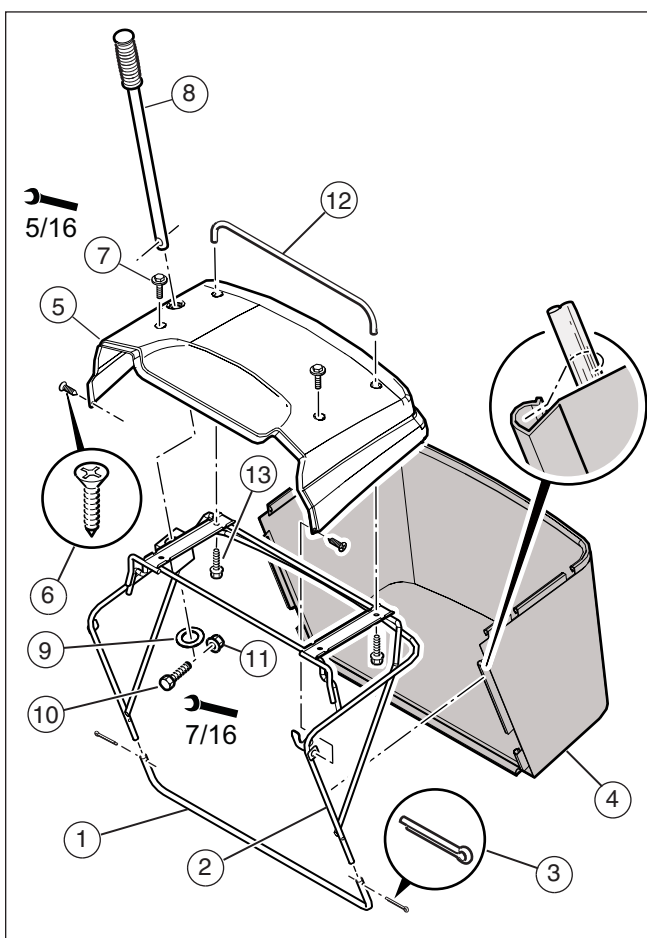

**Figura 3**
1. Controllare che il volante sia rivolto verso l'avanti come illustrato nella **Figura 3**.
2. Far scorrere i soffietti (1, **Figura 3**) sulla console.
3. Far scorrere l'asta del volante (2) sulla console.